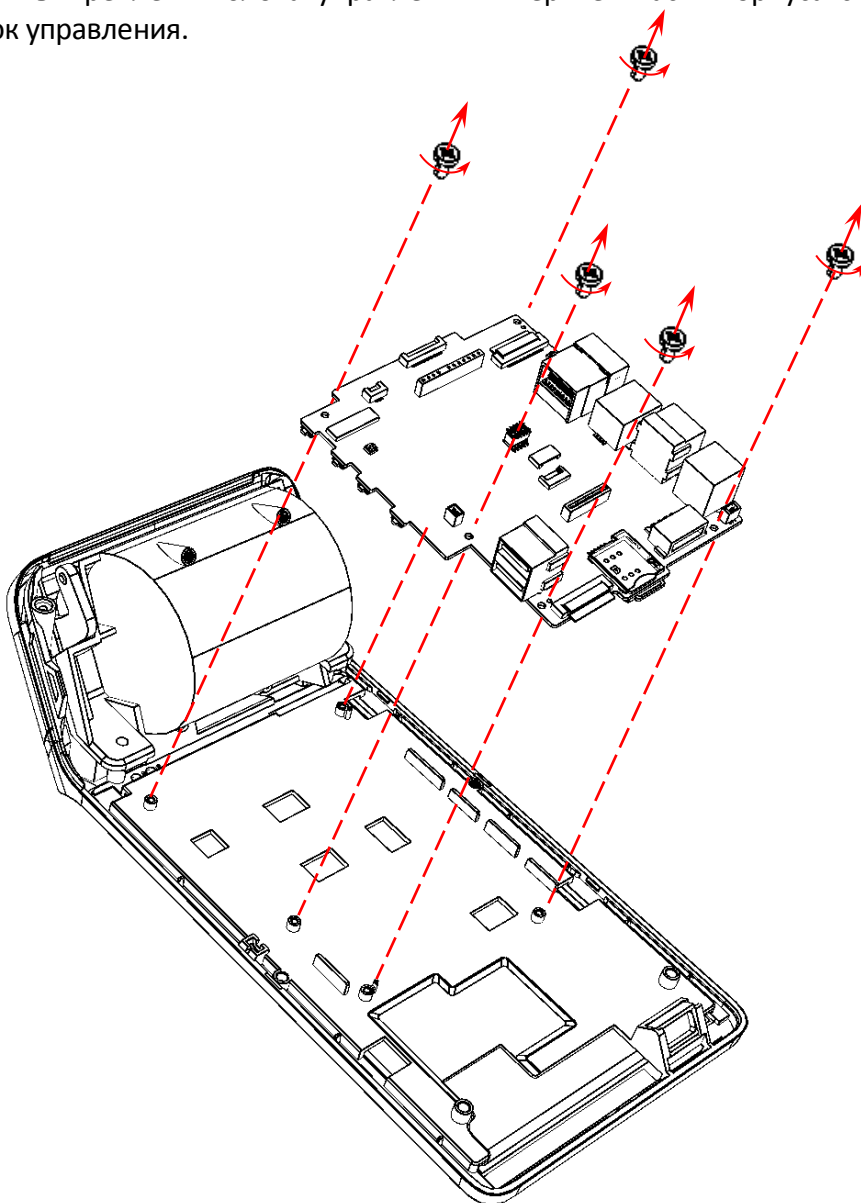

Рисунок 31. Отделение блока управления от верхней части корпуса
10. Совместить новый экземпляр блока управления (либо отремонтированный БУ) с нижней частью корпуса, вкрутить винты крепления (рисунок 31).
8. Совместить блок управления с новым экземпляром верхней части корпуса ККТ с сенсорным экраном, зафиксировать БУ, вкрутив пять винтов (рисунок 31).